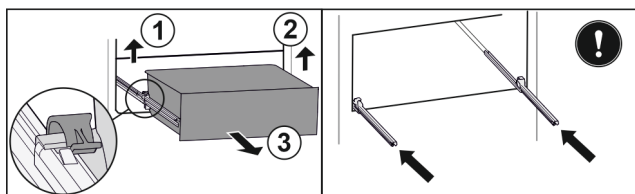

Fig. 111
- Nosta vasenta pidikettä ja vedä samalla vetolaatikkoa vasemmalta eteenpäin. Fig. 111 (1)
- Nosta oikeanpuolista pidikettä ja vedä samalla vetolaatikkoa oikealta eteenpäin. Fig. 111 (2)
- Poista vetolaatikko vetämällä sitä eteenpäin. Fig. 111 (3)